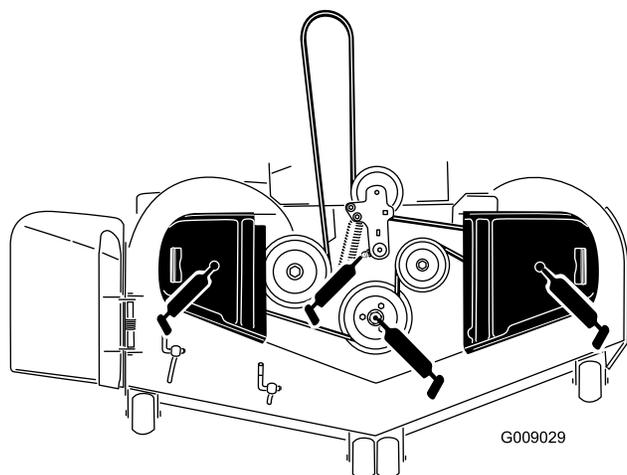

Figure 44
3. Graissez le pivot de la poulie de tension du plateau de coupe jusqu'à ce que la graisse ressorte par le bas (Figure 44).
4. Lubrifiez les roulements des 3 axes jusqu'à ce que la graisse ressorte par les joints inférieurs (Figure 44).